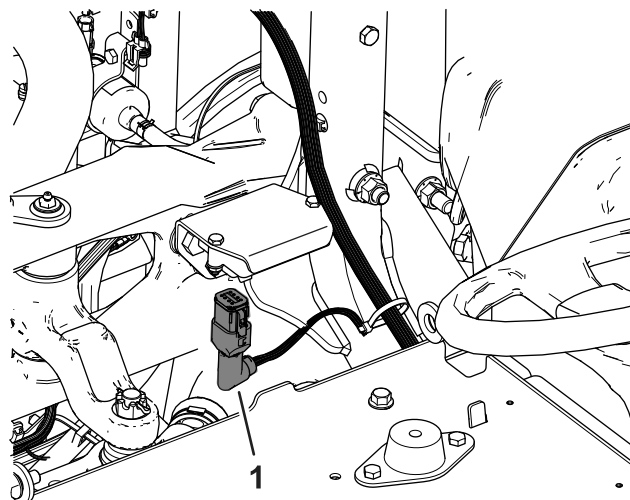

Figure 5
6. Branchez le connecteur à 90° sur le capteur (Figure 5 et Figure 8).